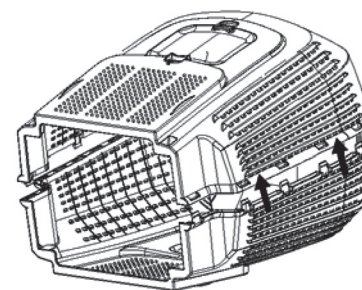
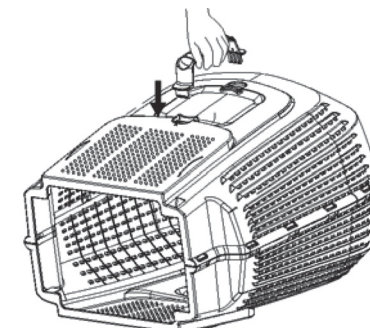

Fig. 4
Fig. 5
1. Placez la bande en caoutchouc du couvercle dans le plateau en plastique du bac (fig. 4). Montez la poignée dans les trous et assurez-vous qu'elle tient bien en place (fig. 5).